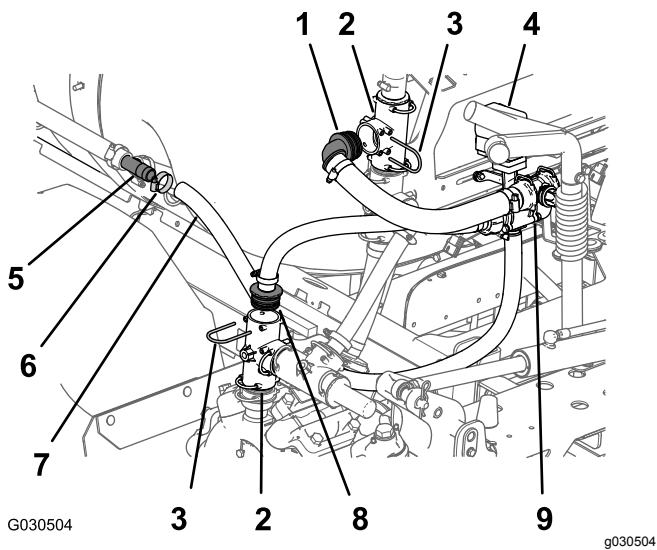

图 66
- 在打药车药缸左侧紧挨后挡泥板取下最后面搅拌喷嘴宝塔 T 形接头的软管夹和软管内径 1 英寸图 66。
3. 如 图 66 所示在打药泵的流出口从垂直安装的 T 形接头卸下卡环和直通套筒接头。
4. 如 图 66 所示在歧管支架的左侧从垂直安装的上 T 形接头卸下卡环和 90 度套筒接头。